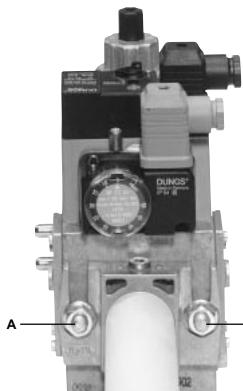

Fig. 3
- stringere le viti A, B, C e D (Fig. 3 - Fig. 4), rispettando le posizioni di montaggio (Fig. 6);